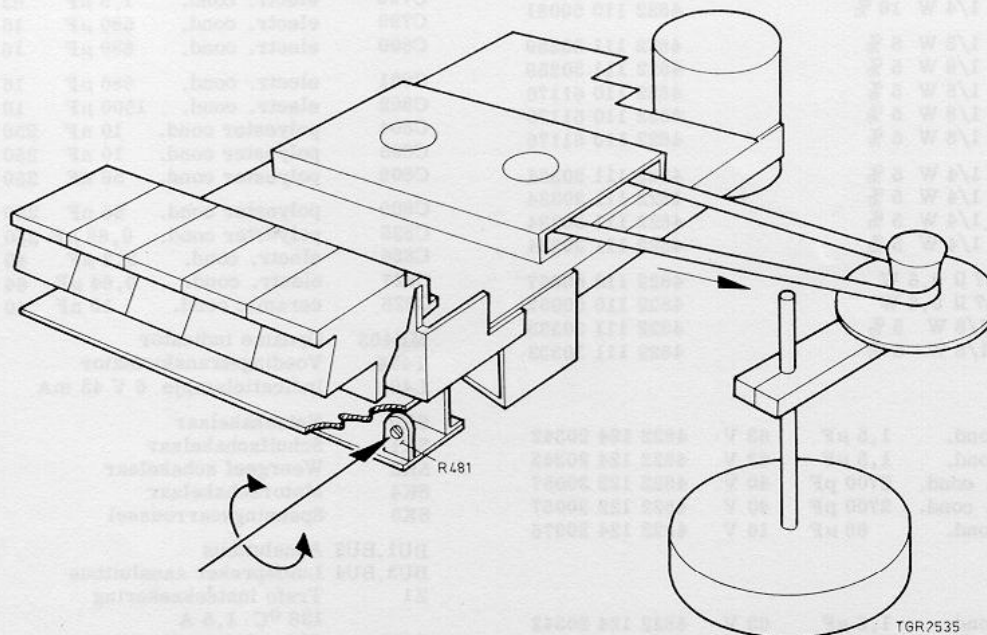

Fig. 16
- Stel naast het apparaat een stroboscoop op de juiste hoogte in en leidt hier de band langs (zie fig. 16).